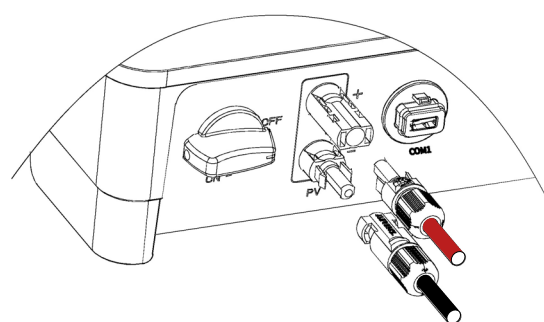
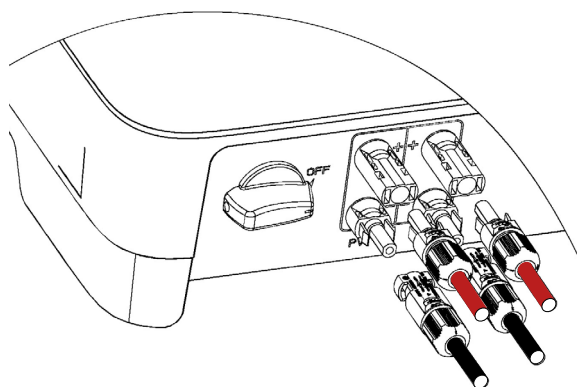

Fig. 25. Raccordement des bornes d'entrée CC sur les dispositifs à 1 MPPT.
Fig. 26. Raccordement des bornes d'entrée CC sur les dispositifs à 2 MPPT
4. Insérer le connecteur positif et le connecteur négatif dans les bornes d'entrée CC respectives de l'inverseur. Un clic doit se faire entendre dès lors que les bornes sont correctement raccordées (cf. Fig. 25 et Fig. 26) :